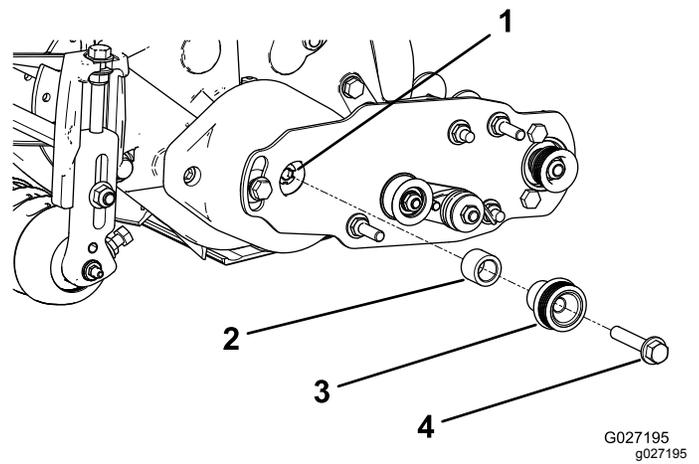

图 15
- 将隔片插入轴承座的轴中 图 15。
- 将驱动皮带轮插入隔片和驱动轴 图 15。
- 用一个凸缘头螺栓 3/8 x 2 英寸将皮带轮和隔片固定到驱动轴上请参阅 图 15。